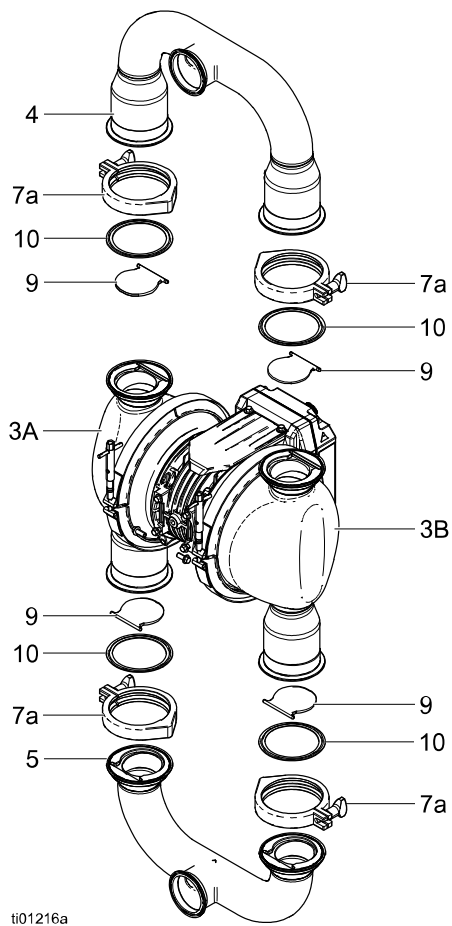

FIG. 17: Válvulas de retenção (bomba de flapper vertical)
Consultar a FIG. 17.
3. Retirar as braçadeiras (7a) do coletor de saída e retirar o coletor (4), ver FIG. 17, ou retirar o conjunto do coletor (4), ver FIG. 18.